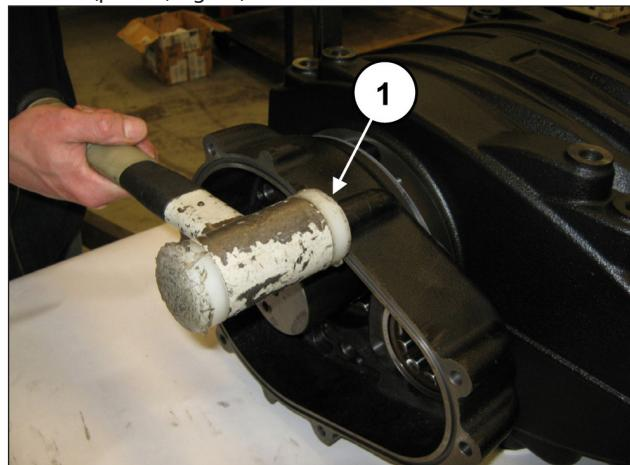

Fig. 65
Monte a caixa do redutor (e respectivo vedante), usando um martelo (pos. ①, Fig. 65).